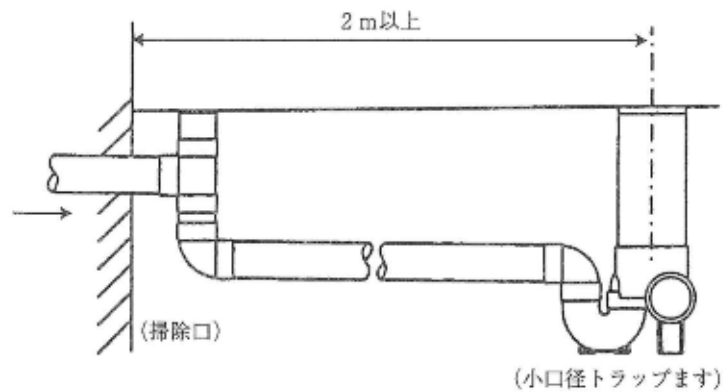

図 6-7
- 建物からの排水口と小口径トラップますとの距離が離れている場合（2 m 以上）には、できるだけ建物の近くに掃除口を設けるものとする（図 6-7 参照）。